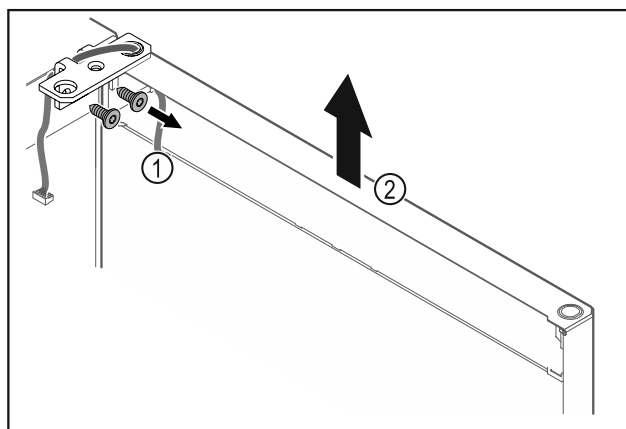

Fig. 14
- ▶ Отвинтите шарнирные уголки Fig. 14 (1).
- ▶ Дверь вместе с шарнирными уголками поднимите строго вертикально вверх Fig. 14 (2) приблизительно на 200 мм и снимите.